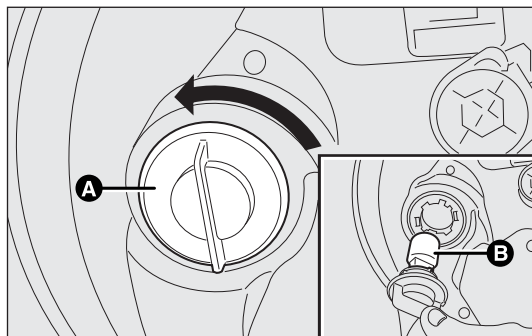

fig. 161
- ☐ tourner dans le sens contraire des aiguilles d'une montre la douille A-fig. 161 et l'extraire ;